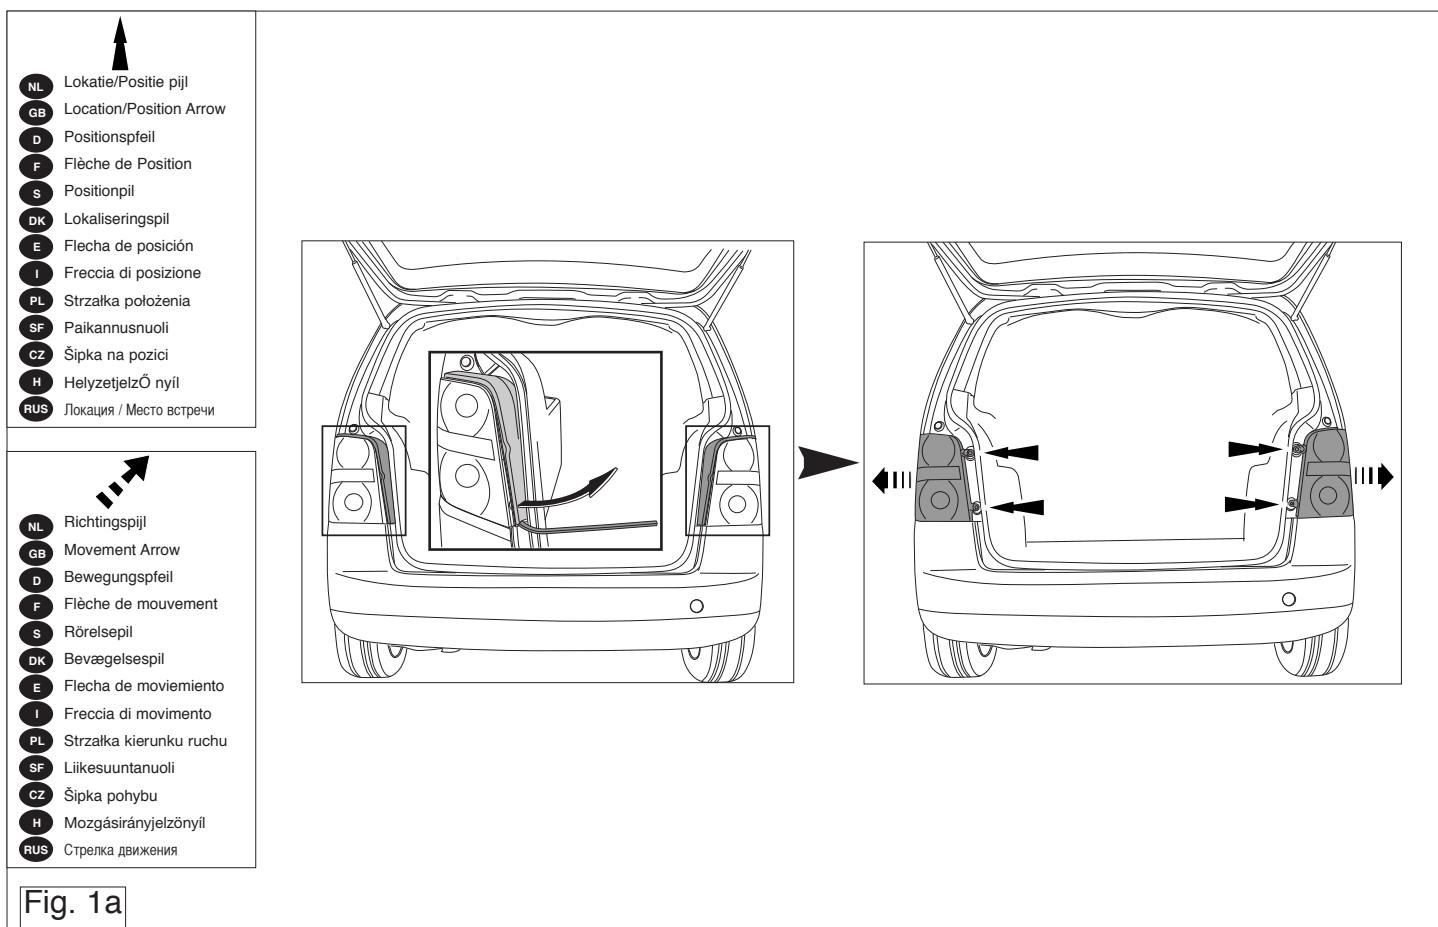

Fig. 1a
1. Remove the rear-light units. (See figure 1a).
1. Die Rücklichter abmontieren. Siehe (Abbildung 1a).
1. Démonter les feux arrière. (Voir la figure 1a).